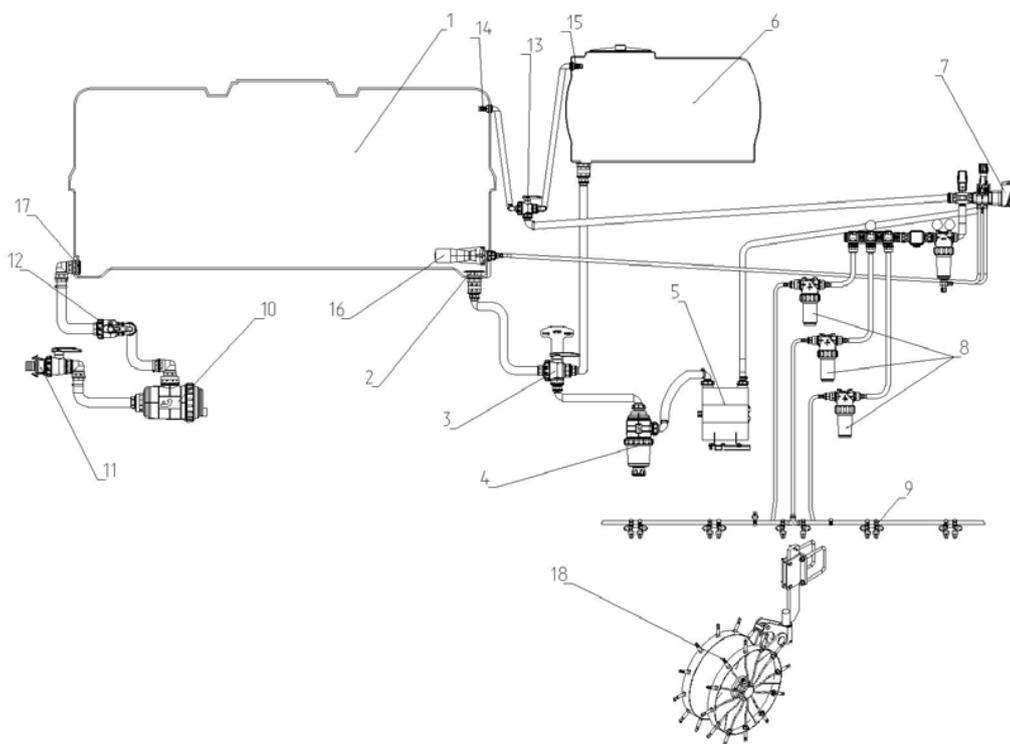

Рис. 19 Принципиальная схема работы машины
2.2.1. Заправка емкости должна осуществляться подвозным транспортным средством через заправочное устройство - 11 (рис. 19).
2.2.3. Для перемешивания КАС используются гидравлические мешалки 16 (рис.19).